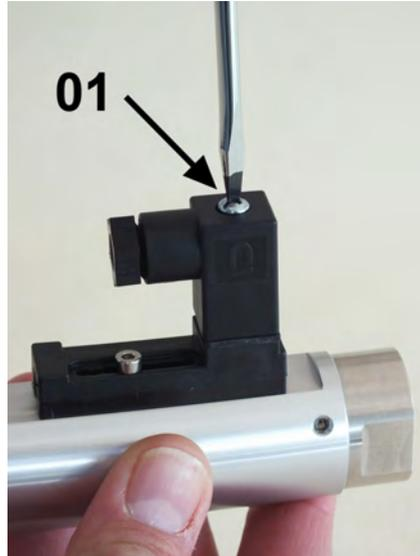

Abb. 53: Steckerdose lösen
- 1.** ➤ Mit einem Schlitzschraubendreher die Befestigungsschraube (Abb. 53/01) der Steckerdose lösen